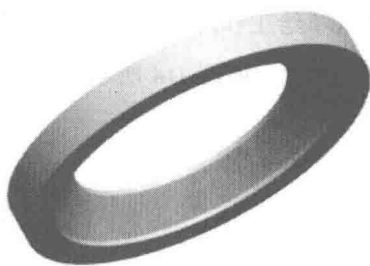

图 1-7
- (8) 单击草绘命令工具栏中的  按钮, 完成草绘截面的绘制, 返回旋转特征面板。
- (9) 接受系统默认设置, 单击  按钮, 查看生成的模型, 结果如图 1-7 所示。
- (10) 单击  按钮, 完成旋转特征的建立。